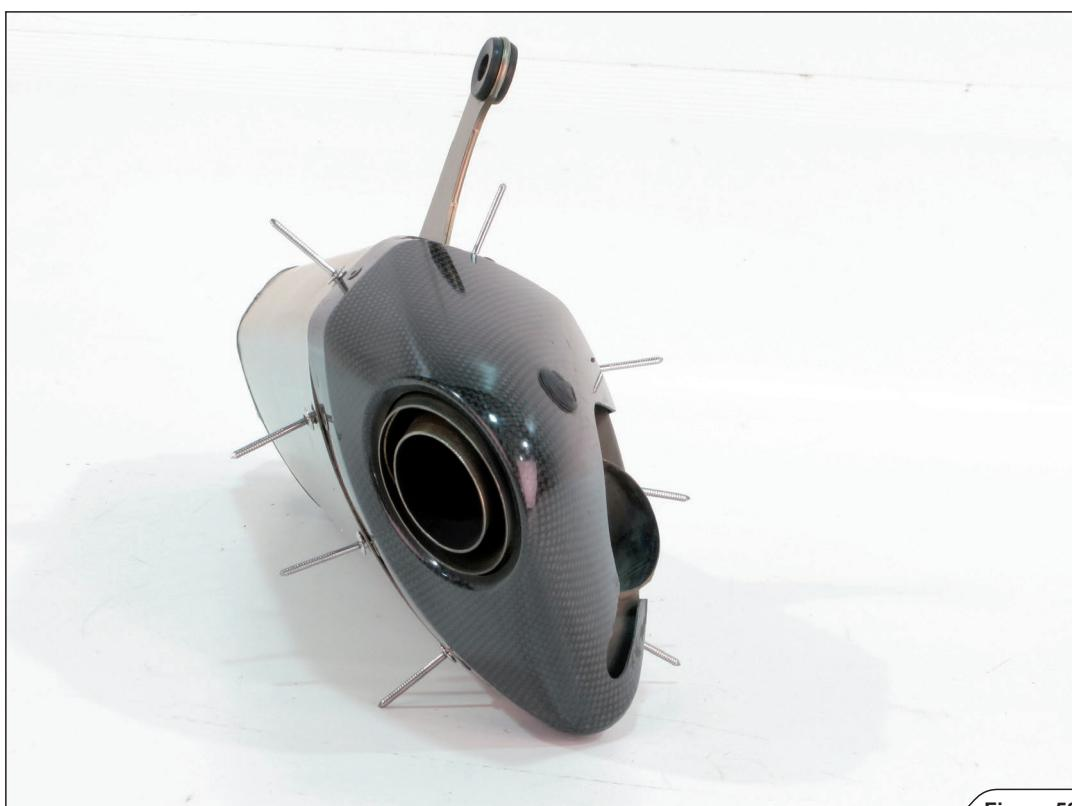

Figure 52
6. Insérer les rivets fournis avec le kit de réparation Akrapovič dans les silencieux, comme indiqué (Figure 52).
6. Die im Akrapovič Reparaturkit enthaltenen Nieten wie angegeben in die Schalldämpfer einfügen (Figure 52).